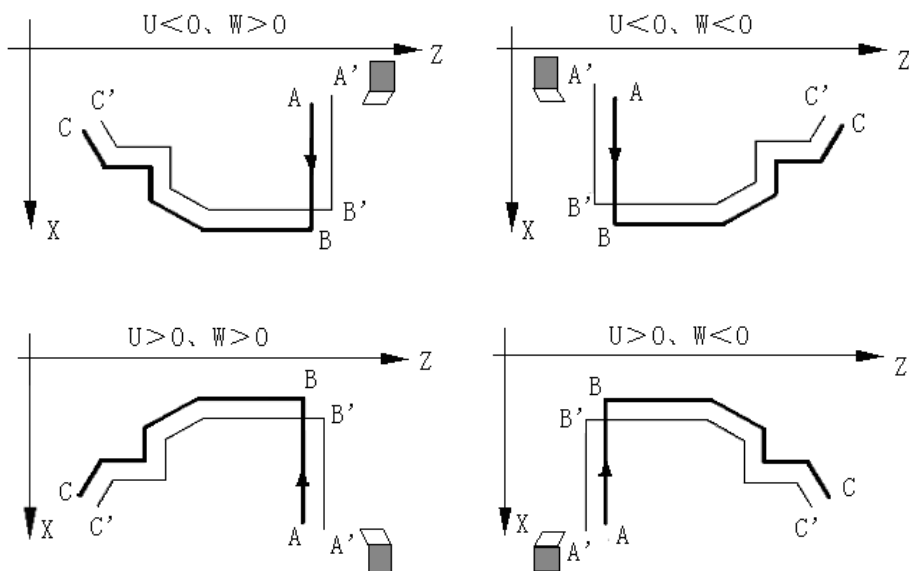

图 4-35
- 1) 执行指令①时，坐标轴没有实际运动，系统自动将偏移量记忆到内部，一直有效；如果未指定，则默认为 0。
- 2) G71 指令①设置的偏移量仅对 G71 指令②起作用，
- 3) G71 指令①中的 U、W 字段必须同时指定，不能只写一个。
- 4) G71 指令③中的 X(U)、P、Q 字段应该与 G71 指令②一致；如果要写，必须写完整；而且字段范围与指令②相同。
- 5) G71 指令③中，P~Q 程序段中的指令编程规则同粗车 G71 指令②相同。
- 6) 系统执行粗车 G71 指令②时，自动记忆最近的 G71 中的 X(U)、P、Q 字段数据；如果 G710 省略了 X(U)、P、Q 字段，则直接引用内部记忆的数据。因此，如果是对最近粗车过的 G71 轨迹进行精车，则可以省去 G710 之后的字段。
- 9) G710 与 G71 指令②一样，内部可以进行刀尖半径补偿，编程规则、格式与 G71 指令②一样。
- 10) 留粗车余量时坐标偏移方向：指令①的 U、W 反应了精车时坐标偏移和切入方向，按 U、W 的符号有四种不同组合，见图 4-35，图中：B→C 为精车轨迹，B'→C'为粗车轮廓，A 为起刀点。